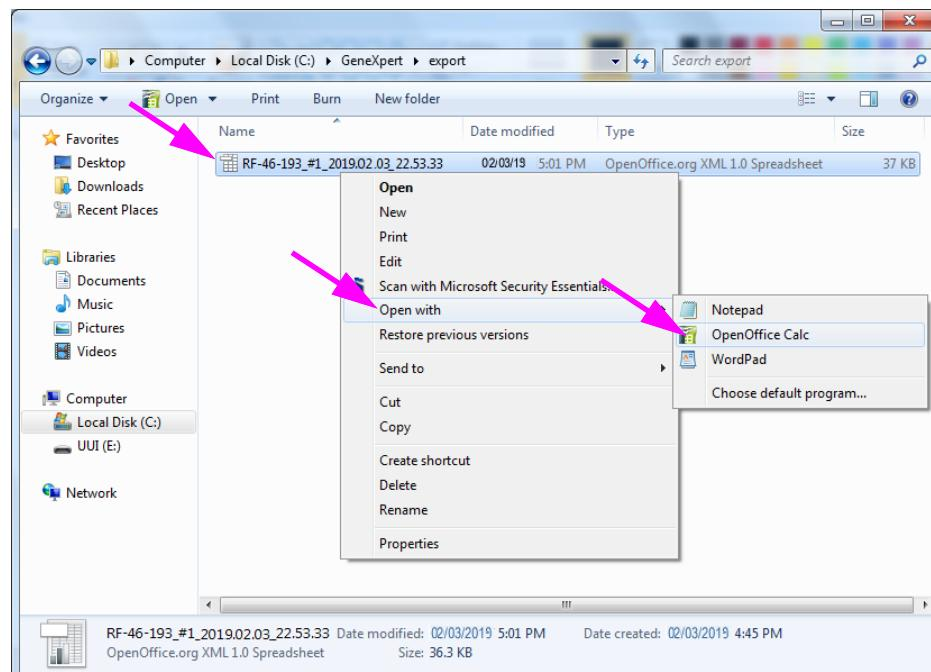

Figura 5-63. Abrir um ficheiro .csv para configurar o AOO (exemplo)
1. Na pasta GeneXpert no seu sistema, navegue até à pasta **Export (Exportar)**. Clique com o botão direito do rato no ficheiro .csv que pretende abrir. Quando surgir o menu pendente, clique em **Open with (Abrir com)** e seleccione **OpenOffice Calc**. Consulte a figura 5-63.